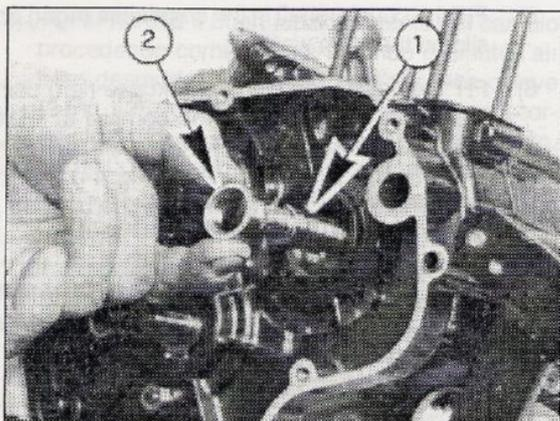
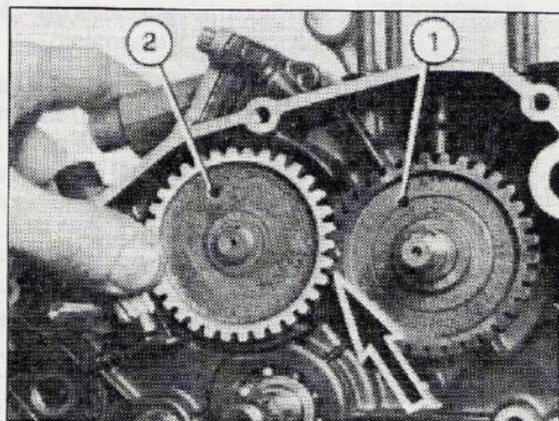

Fig. 45
Fig. 46
- 12) MONTARE sull'albero dell'imbiellaggio nell'ordine: l'anello OR (1-Fig. 45), il distanziale (2-Fig. 45), la chiavetta, l'ingranaggio conduttore contralbero (1-Fig. 46), il pignone motore e il dado bloccandolo con coppia di serraggio $6,7 \pm 7,5$ kgm. Montare sul contralbero la chiavetta e l'ingranaggio condotto (2-Fig. 46) facendo attenzione di fare coincidere le tacche di riferimento sui due ingranaggi (Fig. 46). Utilizzando la chiave di fermo volano magnete, bloccare quindi il dado con $4,5 \pm 5$ kgm, montare poi l'ingranaggio contagiri.
- 12) FIT the following pieces on the crankshaft (left) in this order: o-ring (1-Fig. 45), the collar (2-Fig. 45), the key, countershaft drive gear (1-Fig. 46), primary drive gear and nut (locking it with a torque of $6,5 \pm 7,5$ kgm). Fit the key and the balance gear on the countershaft (2-Fig. 46) being sure to match up the reference marks on the two gears (Fig. 46) and using the magneto flywheel locking wrench.